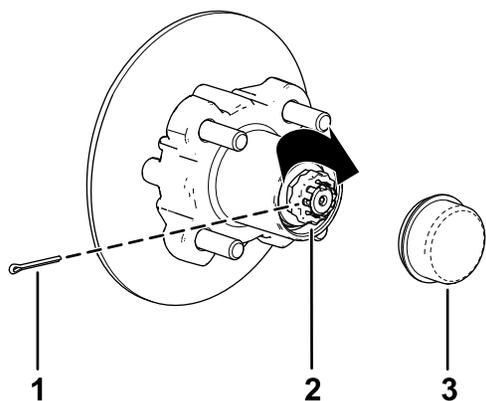

Рисунок 37
8. Установите держатель поверх гайки и проверьте совмещение паза в держателе с отверстием в оси под шплинт (Рисунок 37).
9. Установите шплинт и загните обе лапки вокруг держателя (Рисунок 37).
10. Установите пылезащитную крышку на ступицу (Рисунок 37).